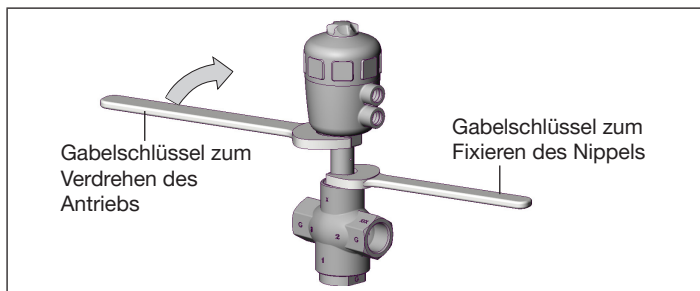

Bild 9: Drehen mit Gabelschlüssel
- Passenden Gabelschlüssel am Sechskant des Antriebs ansetzen (siehe „Bild 9“).
- ▶ Den Antrieb **nur im vorgegebenen Richtungssinn** drehen (siehe „Bild 9“).